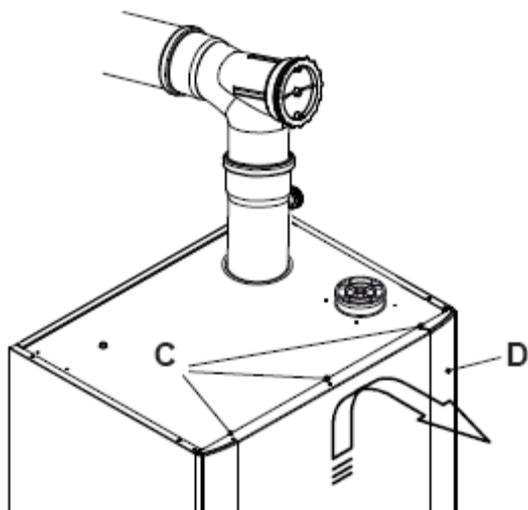

Рис. 5.14
Открутите винты (С) и снимите фронтальную панель с нижних крючков смещением вверх (D) см. рис. 5.14 .